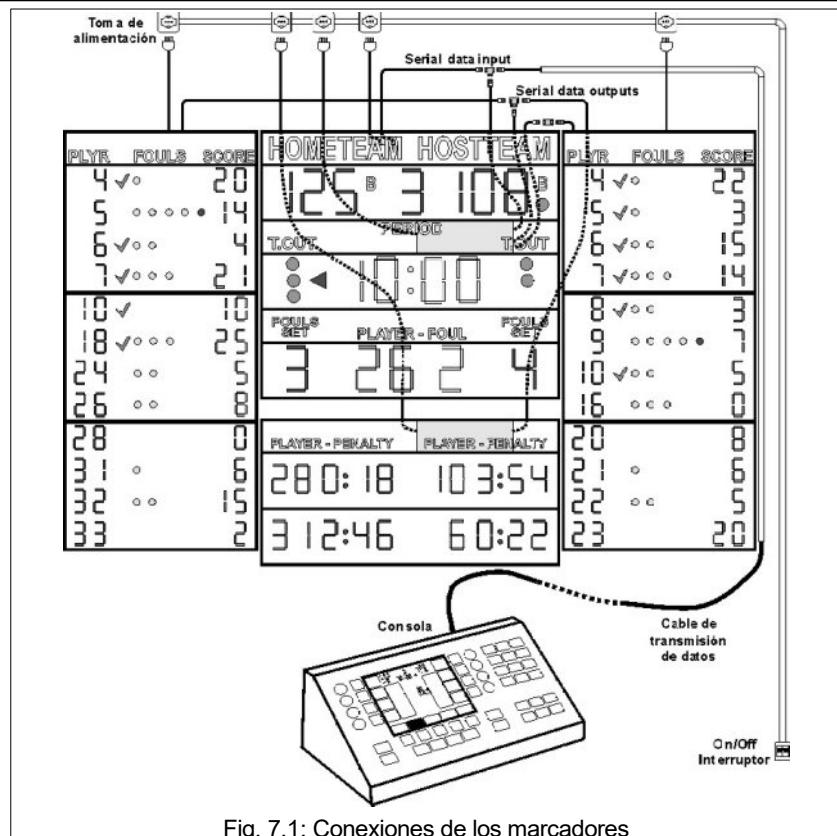

Fig. 7.1: Conexiones de los marcadores
Cada marcador lleva su cable de alimentación con enchufe. Para facilitar el encendido y apagado del marcador, aconsejamos preparar una toma de alimentación justo encima del marcador (véase el ejemplo de la Fig. 7.1).
En la Fig. 7.1 se ilustra una composición con marcador central, marcadores de faltas y tanteos laterales y marcador de tiempos de penalización inferior.
4. Los demás marcadores de la serie FS, como los laterales de faltas-tanteos y los inferiores de tiempos de penalización, pueden ser conectados a los otros dos cables serie "SERIAL DATA OUTPUT" usando los adaptadores correspondientes (véase la Fig. 7.1).